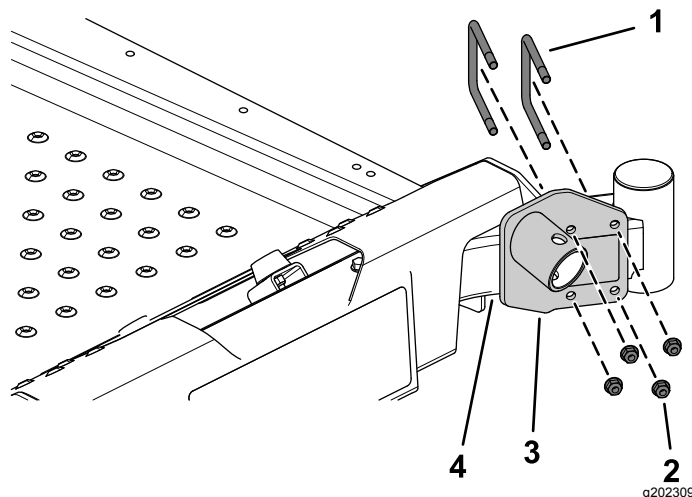

Figura 1
3. Sujete el soporte del gato al tubo izquierdo del eje delantero usando 2 pernos en U y 4 tuercas con arandela prensada (Figura 1).